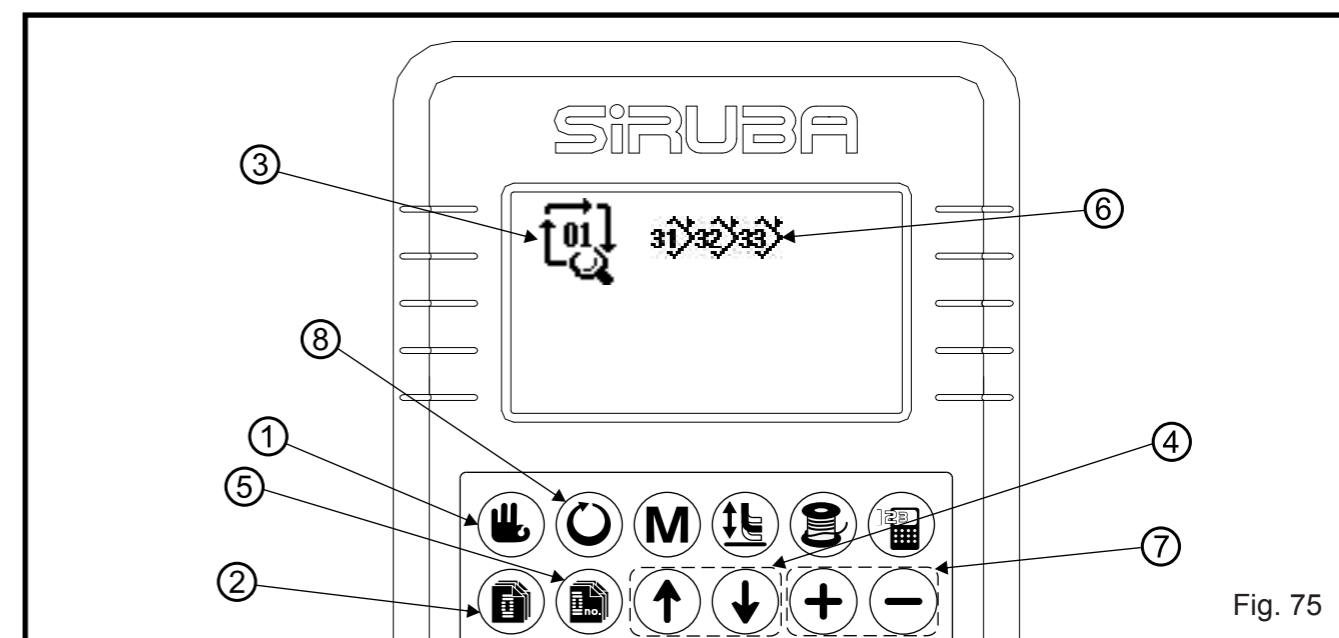

Fig. 75
5. Edição dos dados de costura contínuos (1) Altere para o modo de entrada (Fig. 75).